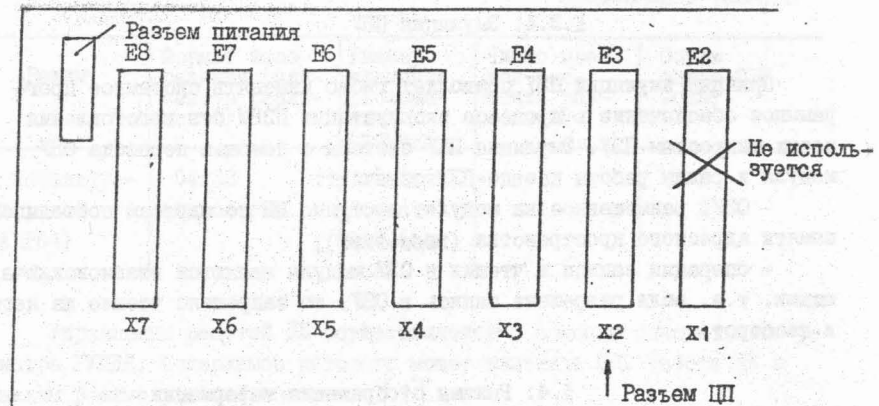

Рис. 11. Маркировка разъемов на объединительной плате
- модуль расширения ОП может быть установлен в любой из свободных разъемов X3-X7 объединительной платы с объемом ОП 32 Кбайт (рис. 11);
- выбор модуля с более высоким приоритетом (модули, устанавливаемые в разъемы с более младшим номером, имеют более высокий приоритет) обеспечивает подключение к адресам 8000+BFFF массива ОП, расположенного на этом модуле (см. рис. 11);